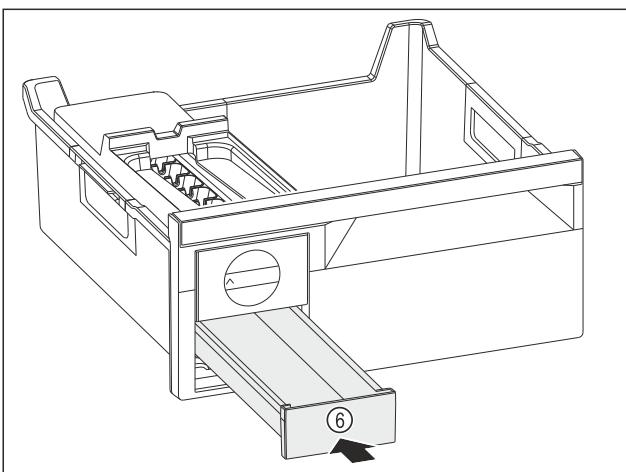

Fig. 148
- Predal za ledene kocke Fig. 148 (6) potisnite noter.